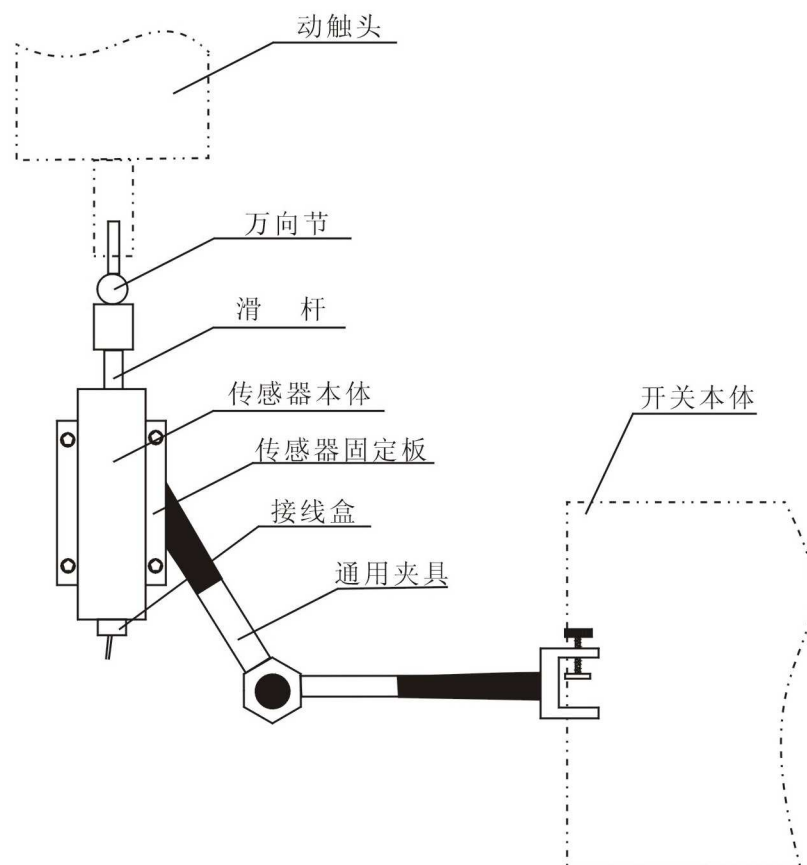

图 6 线性位移传感器的安装
(1) 传感器由以下几部分组成：本体、滑杆、万向节、固定夹板、接线盒几部分组成。
(2) 传感器的固定及安装（见图 6）：将传感器本体固定在传感器固定板上，中间通过通用夹具固定到开关本体上，通用夹具角度可调。传感器无法用通用夹具安装的开关，可以由客户提供开关的相关部分机械图纸，我公司可以制作专用的传感器夹具。
(3) 滑杆经万向节连接到开关动触头上。安装时请尽量使用传感器行程的中部位置，确定触头的分合位置，使触头的行程包含在滑杆的行程中，并且动触头行程在滑杆行程的中部，以避免损伤传感器并且提高采样精确度。
(4) 传感器是用来测量动触头方向的位移，因此安装时除触头运动方向位移外，其他方向的自由度都应限定。安装时应满足以下要求：